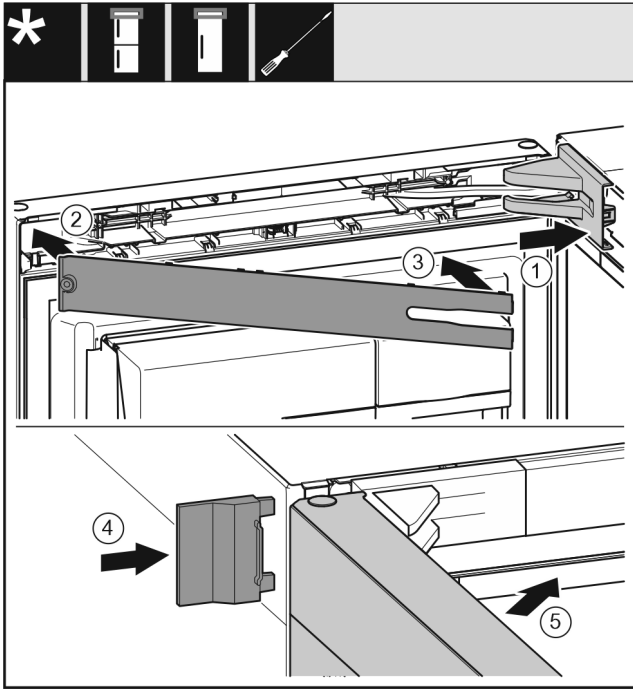

Fig. 44
- ▶ Встановіть та зафіксуйте кришку опорного кронштейна Fig. 44 (1), у разі необхідності – обережно розтисніть.
- ▶ Встановіть накладку Fig. 44 (2).
- ▶ Поверніть і зафіксуйте накладку Fig. 44 (3).
- ▶ Насуньте зовнішню кришку Fig. 44 (4).
- ▶ Закрийте верхні дверцята Fig. 44 (5).